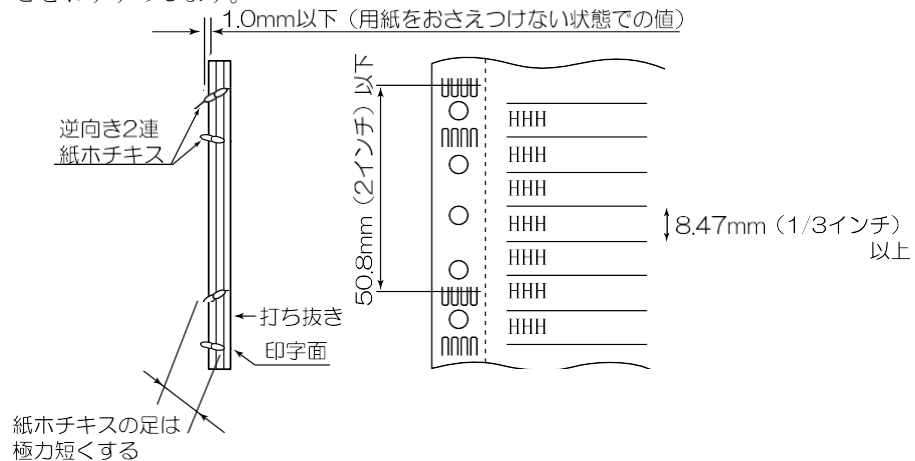
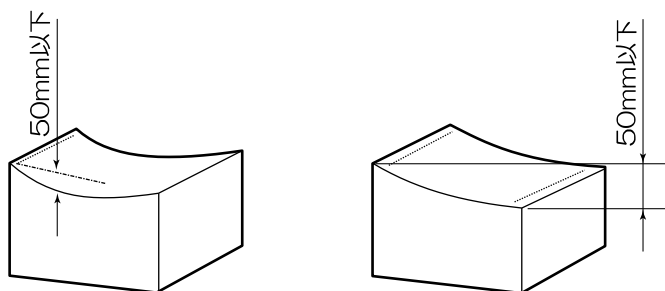

図 12 紙ホチキスの例
図 13 紙ホチキスの例
- ・ 上記注意点を含んだ紙ホチキスの例を図12と図13に示します。